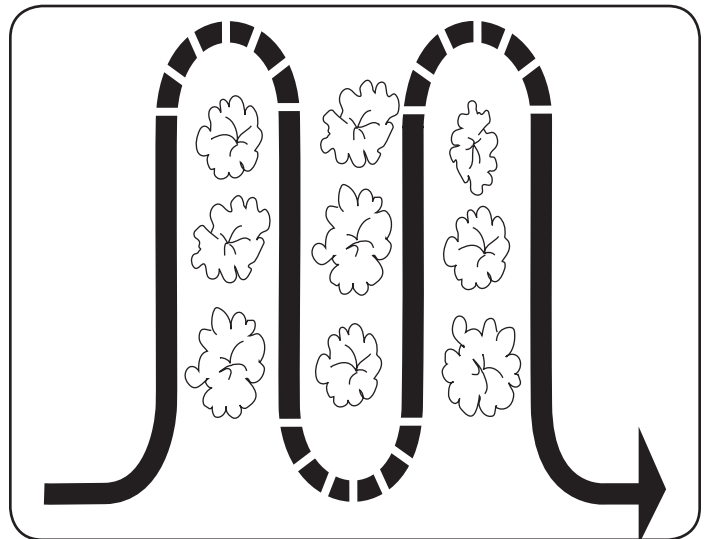

Figura 16
- Al realizar tareas de labranza (rompiendo la superficie de suelo alrededor de las plantas para destruir las malezas, vea la Figura 16), ajuste los dientes para cavar únicamente a una profundidad de 1 a 2 pulgadas. La labranza a poca profundidad ayuda a evitar lesiones a las plantas cuyas raíces a menudo crecen cerca de la superficie. Si es necesario, levante las barras de control ligeramente para evitar que los dientes caven demasiado profundo. (La labranza regular no sólo elimina malezas, sino que además afloja y airea el suelo para mejor absorción de la humedad y crecimiento más rápido de las plantas). Si se riega el área del jardín unos cuantos días antes de la labranza se facilitará esta tarea; también se contribuye permitiendo al suelo recién trabajado asentarse por uno o dos días antes de la pasada final, profunda, de la cultivadora.